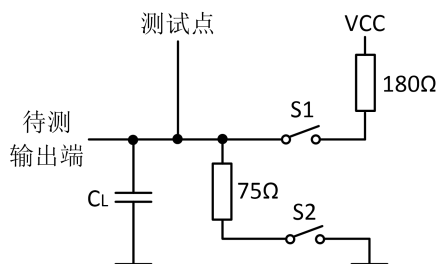

图 1 开关特性测试电路
3. 测试电路如图 1，其中 C_L 包括了探针和插座的寄生电容；输入信号由波形发生器提供，且输入信号应当满足： $\text{PRR}\leq 1\text{MHz}$, $Z_0\approx 50\Omega$, $t_r\leq 15\text{ns}$, $t_f\leq 6\text{ns}$ ；每个使能端都是单独测试的。